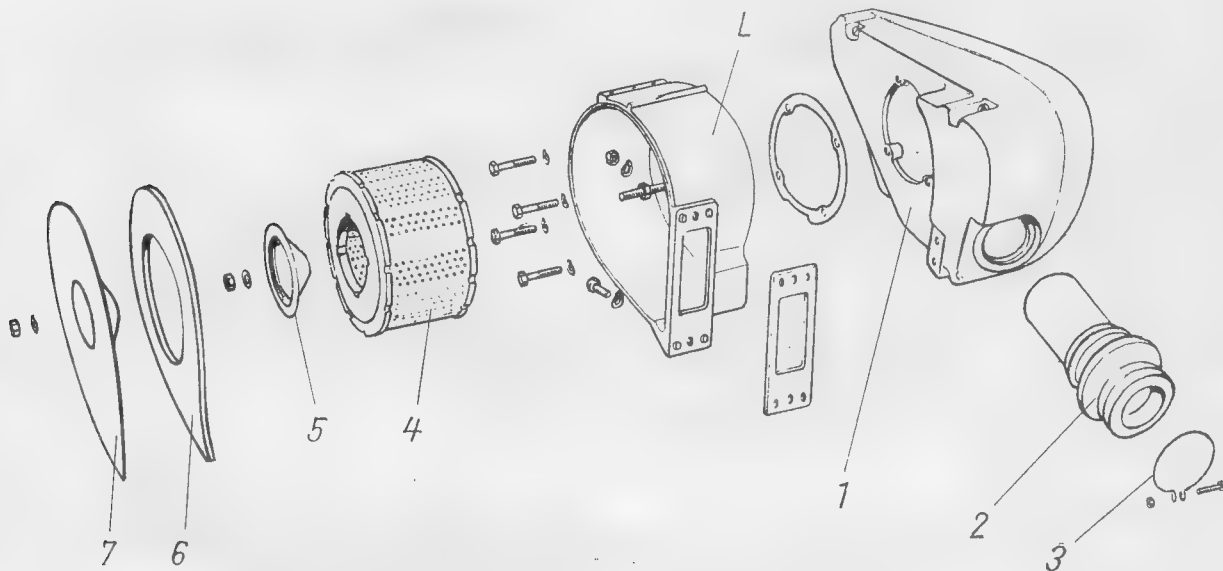

Bild 113. Ansaugeräuschkämpfer und Luftfilter
Nach dem Verlassen des Ansaugrohres strömt die Luft im Rahmenträger zurück und tritt in das mit dem Rahmenrohr dicht verschraubte Luftfiltergehäuse (L im Bild 113) ein.
Es wird auf der einen Stirnseite im Gehäuse und auf der anderen durch einen Napf (5), der auf einem Gewindebolzen geführt und befestigt wird, zentriert (Bild 113).